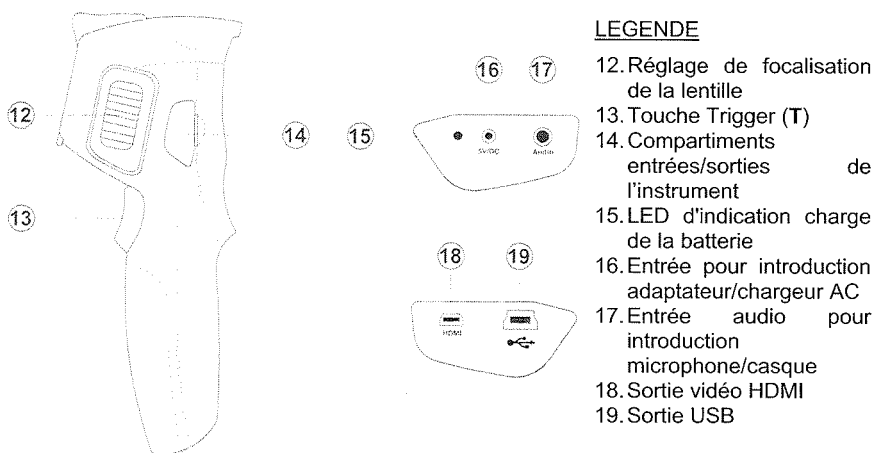

Fig. 2 : Description de la partie latérale de l'instrument
1. Brancher le chargeur fourni de dotation sur le réseau électrique AC et la sortie DC sur l'entrée de l'instrument (voir Fig. 2 – Partie 16). Noter l'allumage de la LED verte de recharge de la batterie (voir Fig. 2 - Partie 15) de façon permanente